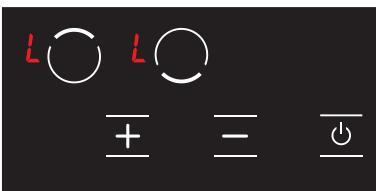

Abbildung 20
1. Wenn der Herd eingeschaltet und die Tastensperre aktiv ist, erscheint das Symbol **L** auf dem gesamten Bildschirm. (siehe Abb. 20) Wenn eine heiße Kochplatte vorhanden ist, werden die Symbole **L** und **H** abwechselnd auf dem Bildschirm angezeigt. Nur mit der **⊕** Taste kann der Herd ein- und ausgeschaltet werden.